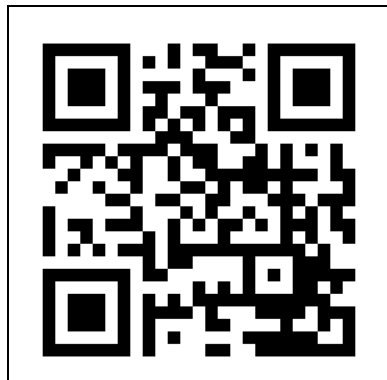

Figure 13
1. Ouvrez le manuel de l'application Eurom Smart avec le code QR (Figure 13) ou allez sur www.eurom.nl/nl/manuals.